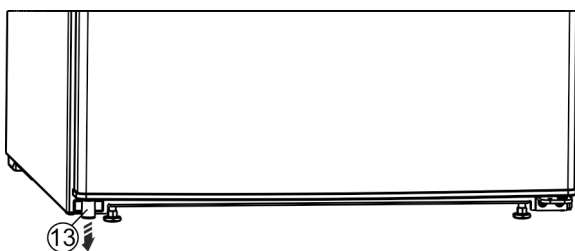

Fig. 5
- Z drzwi na dole po lewej stronie wyjąć element dystansowy Fig. 5 (13).